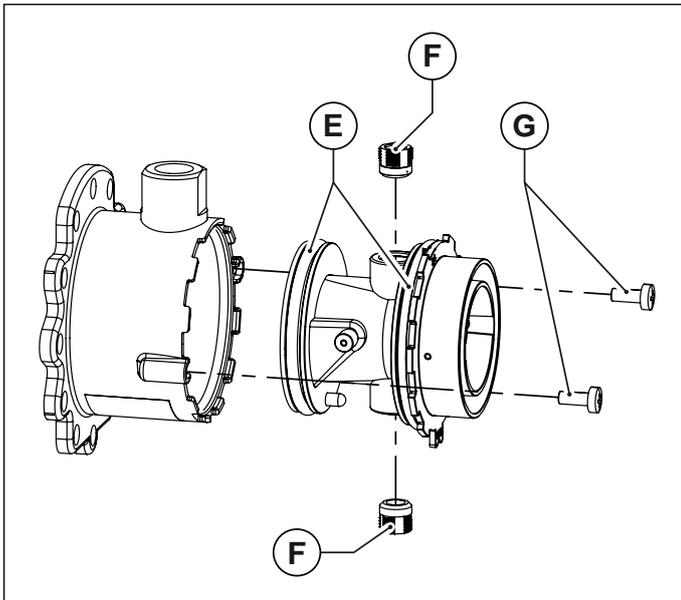

Fig. 42 Corpo in plastica del miscelatore
- Sfilare il corpo in plastica del miscelatore, svitando le due viti di fissaggio (vedi Fig. 42 Corpo in plastica del miscelatore).
- Svitare i due ugelli del miscelatore utilizzando una chiave a brugola da 6 mm (vedi Fig. 42 Corpo in plastica del miscelatore).
- Rimontare il corpo in plastica (Venturi) inserendolo nel miscelatore e avvitandolo con le viti di fissaggio, avendo cura di non danneggiare le guarnizioni o-ring che sono montate agli estremi del corpo in plastica (vedi Fig. 42 Corpo in plastica del miscelatore) e di rispettare l'orientamento di montaggio (vedi Fig. 43 Orientamento di montaggio).
- Montare il mixer riasssemblato al ventilatore con le viti a brugola, avendo cura di riposizionare, fra mixer e ventilatore, l'o-ring di tenuta (vedi Fig. 42 Corpo in plastica del miscelatore).
- Montare il mixer riassembleato al ventilatore con le viti a brugola, avendo cura di riposizionare, fra mixer e ventilatore, l'o-ring di tenuta (vedi Fig. 42 Corpo in plastica del miscelatore).